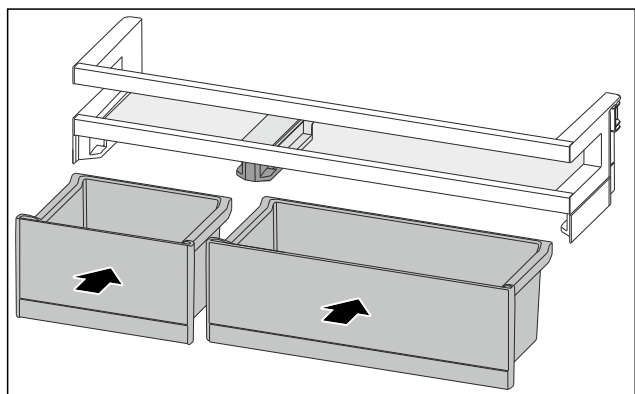

Fig. 113
- ▶ VarioBoxy vložte v opačném pořadí. (viz Fig. 113)